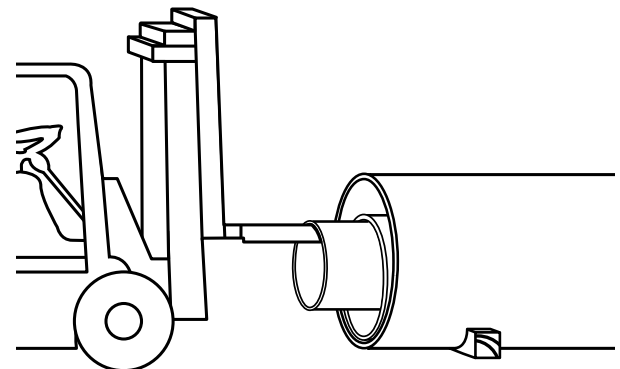

Abbildung 2–7 Entschachteln mit dem gepolsterten Ausleger eines Gabelstaplers
- 4 Die Entfernung der Verpackungen sowie das Entschachteln der Innenrohre erfolgen am besten an einer Entschachtelungsstation. Die innen liegenden Rohre können beginnend mit der kleinsten Rohrgröße durch leichtes Anheben mit einem eingeschobenen gepolsterten Ausleger und vorsichtiges Herausziehen aus dem Bündel ohne Beschädigung der anderen Rohre herausgezogen werden (Abbildung 2–7). Schließen Gewicht, Länge und/oder Gerätebeschränkungen die Benutzung dieses Verfahrens aus, werden für jedes Projekt Verfahren für das Herausschieben des(r) Innenrohr(es) aus dem Bündel empfohlen.